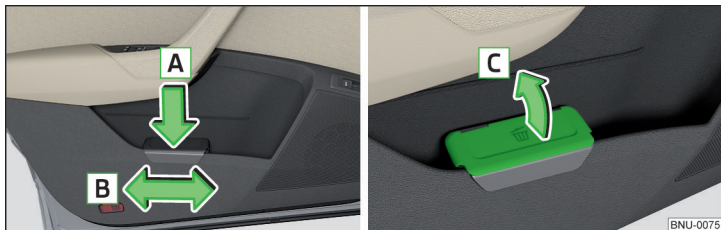

Abb. 111 Abfallbehälter: einsetzen und verschieben / öffnen
- › Den Abfallbehälter im hinteren Bereich in Pfeilrichtung **A** eindrücken » Abb. 111.
- › Den Abfallbehälter entgegen der Pfeilrichtung **A** herausnehmen » Abb. 111.
- › Den Deckel in Pfeilrichtung **C** anheben » Abb. 111.